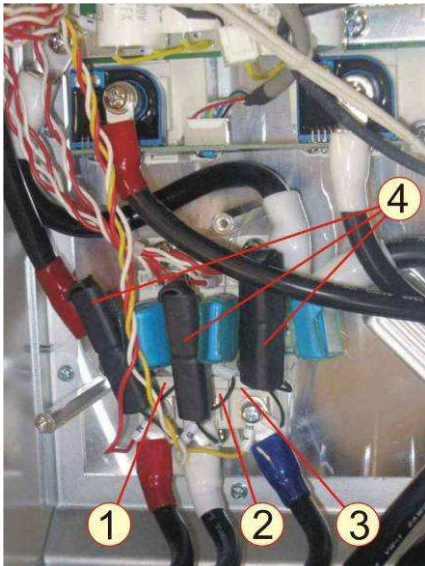

Рисунок 6.27
6.11.1 Поднять и установить вертикально RC-сборки 4, подключенные к контактам диодно-тиристорных модулей 1, 2, 3 (рисунок 6.27).